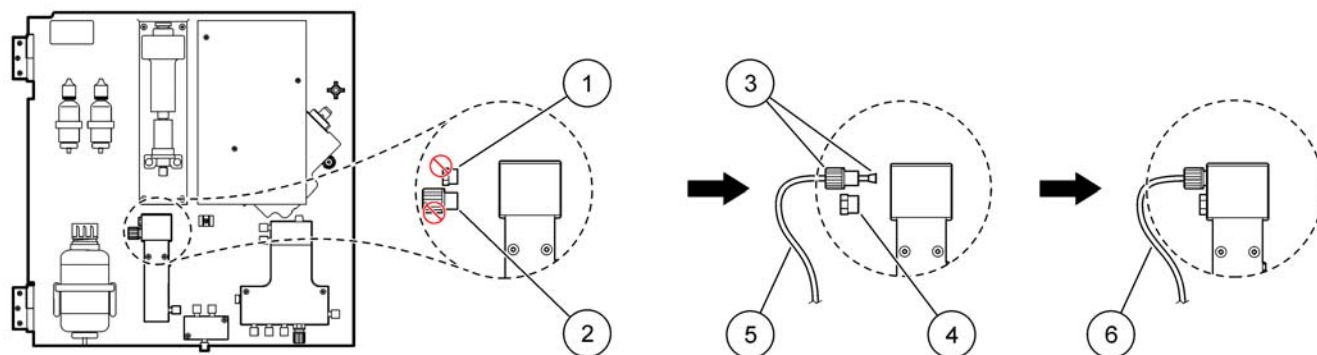

図 27 2- パラメータ オプション構成
2-パラメータ構成の接続については、図 27 と以下の使用説明を参照してください。
1. オーバーフロー容器の上の穴からブラインドプラグ（アイテム1、図 27）を外します。オーバーフロー容器の下の穴から大きいフィッティング（アイテム2）を外します。プラグとフィッティングを廃棄します。